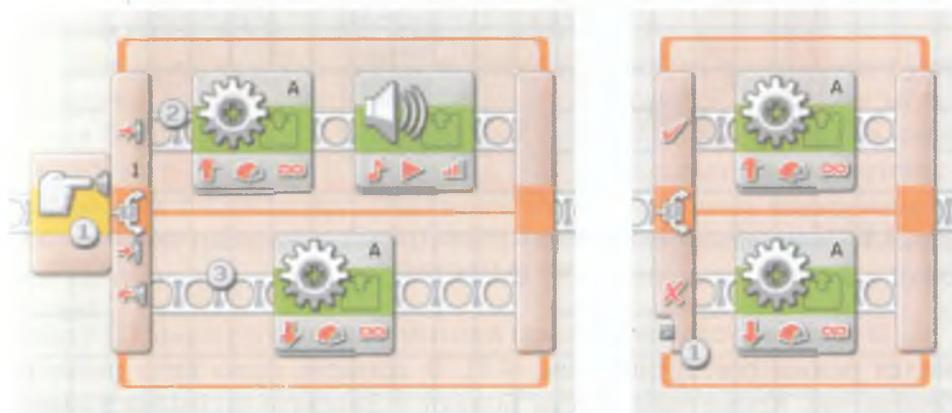

Рис. 4.6. Ветвления: по датчику нажатия (слева), по логическому или числовому значению (справа).
Как правило, шина данных создается между двумя концентраторами. На подключаемых разъемах один из них должен возвращать данные, а другой принимать. Если шину подключить неправильно, на несовместимые разъемы, то она будет выглядеть поврежденной, в виде пунктирной линии. Вот примеры подключения шин данных (рис. 4.6):
В приведенном примере (рис. 4.6, слева) в зависимости от состояния датчика нажатия (1) выполняется либо верхняя ветвь (2 – если нажат), либо нижняя (3 – если отпущен).
Любое ветвление с помощью окна настройки параметров можно перенастроить на другое условие. Например, можно принимать решение на основании некоторого значения (рис. 4.6, справа), подаваемого
Ветвление может отображаться в двух режимах: когда видны обе ветви и Да, и Нет), как на рис. 4.6, или с отображением только одной из выбранных ветвей, как на рис. 4.7. Это может быть полезно для экономии места на экране, которого в NXT-G катастрофически не хватает. Режим определяется установкой флажка «Flat view» в левой нижней части окна настройки параметров.